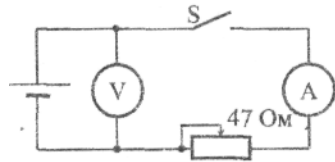
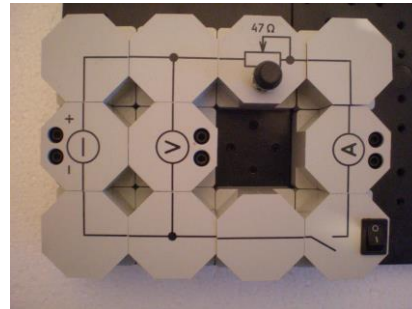

Рис. 2.
Рис. 3.
1. Скласти електричне коло за схемою рис. 2. (Загальний вигляд розташування модулів на наборному полі наведений на рис. 3).